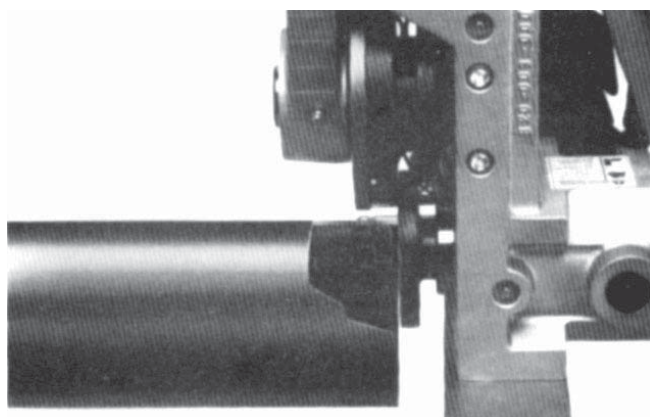

Рисунок 10 – Крупный план трубы напротив фланца ведущего ролика
3. Подведите трубу и опору к желобонакатчику, убедившись, что труба находится вровень с фланцем ведущего ролика (рисунок 10).